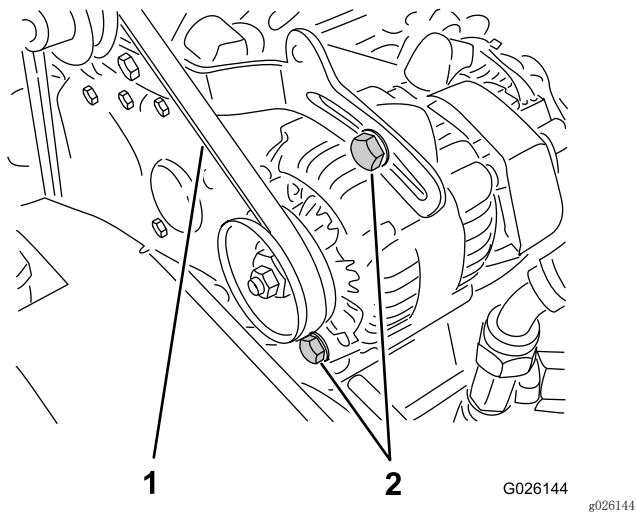

图58
2. 使用 10kg 的力按压曲轴箱与交流发电机皮带轮之间的皮带中间位置，检查皮带的张紧力（图58）。
A. 拧松 2 个交流发电机安装螺栓（图58）。
- B. 使用撬棍转动交流发电机，直至达到适当的皮带张紧力，然后拧紧安装螺栓（图58）。